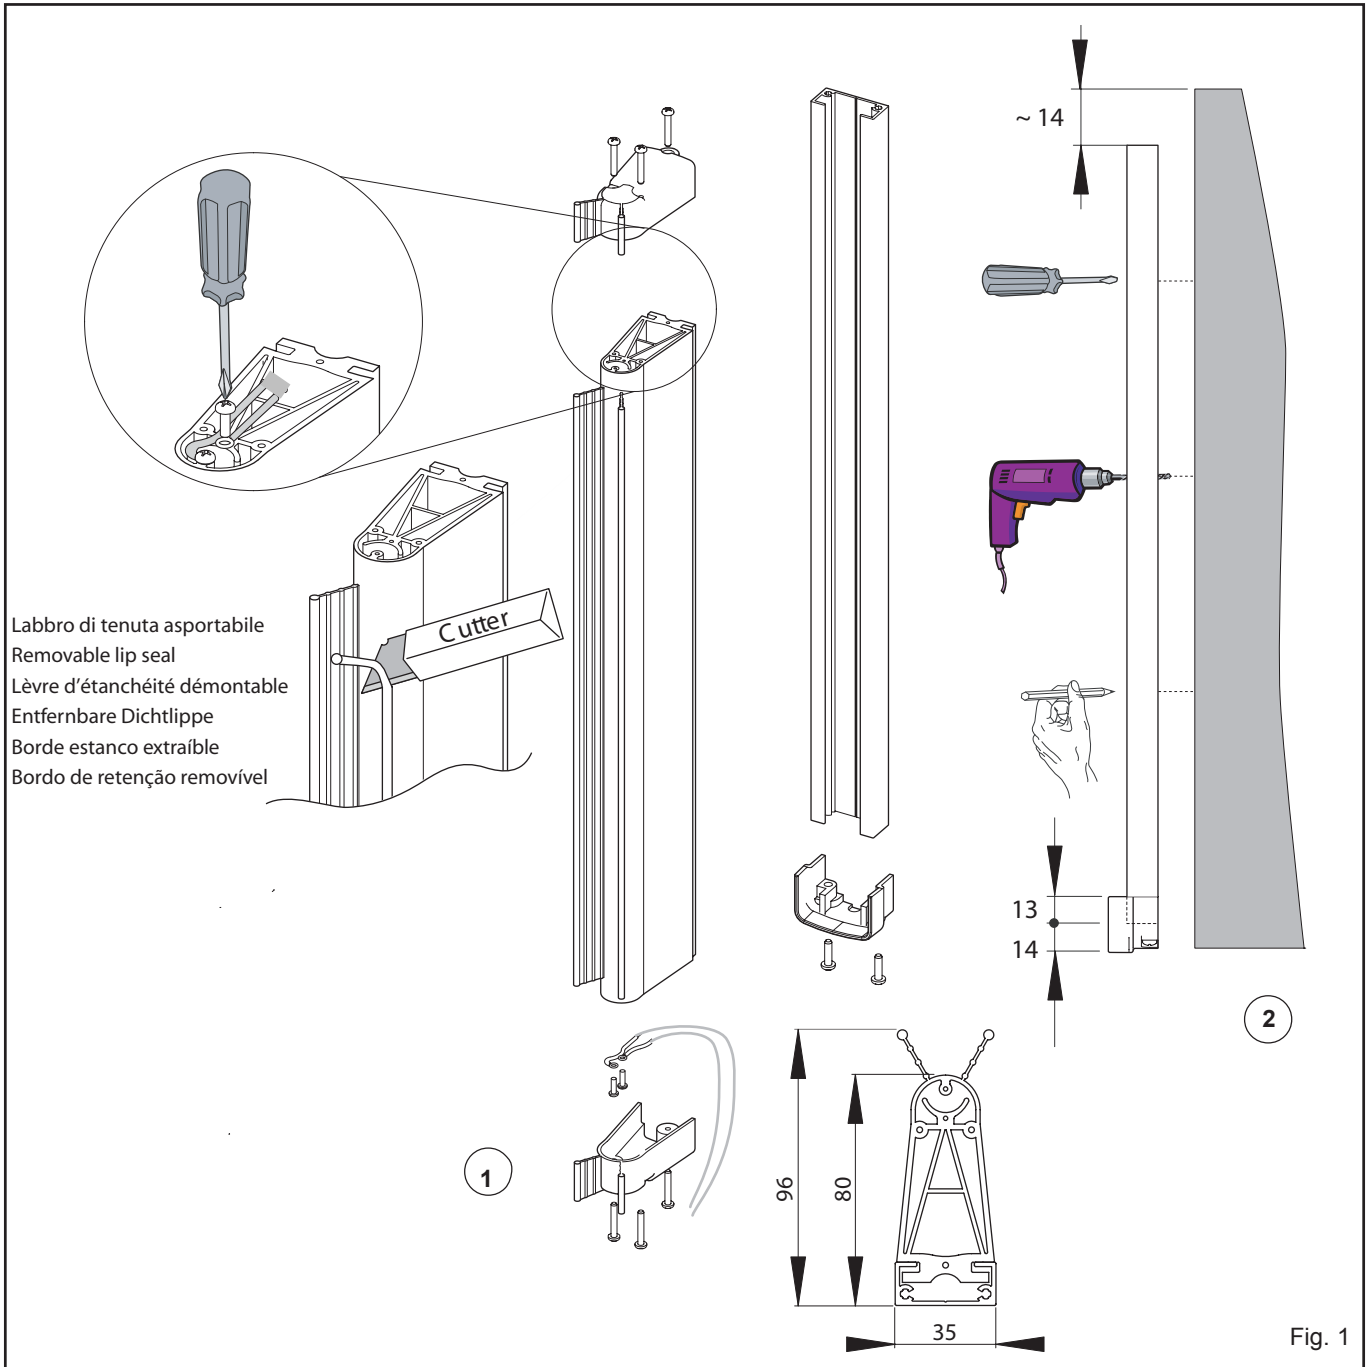

Fig. 1
1. Kürzen Sie bei Bedarf das Gummi und Aluminiumprofil der Kontaktleiste unter Berücksichtigung der Maße (Fig. 1)
Pour une bonne installation, voir la suite d'opérations indiquée dans la fig. 1 et 2.
Die korrekte Installation ist in Abb. 1 und 2 dargestellt.